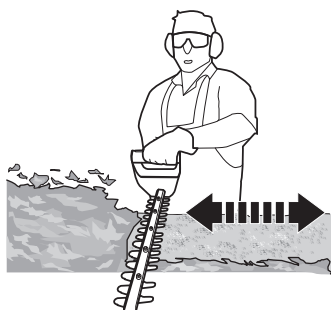

Fig. 7
9. Se a área que pretende cortar for particularmente longa, corte por várias etapas para atingir um melhor resultado, em vez de tentar cortar de uma só vez (Fig. 7); materiais cortados mais pequenos irão facilitar a compostagem.